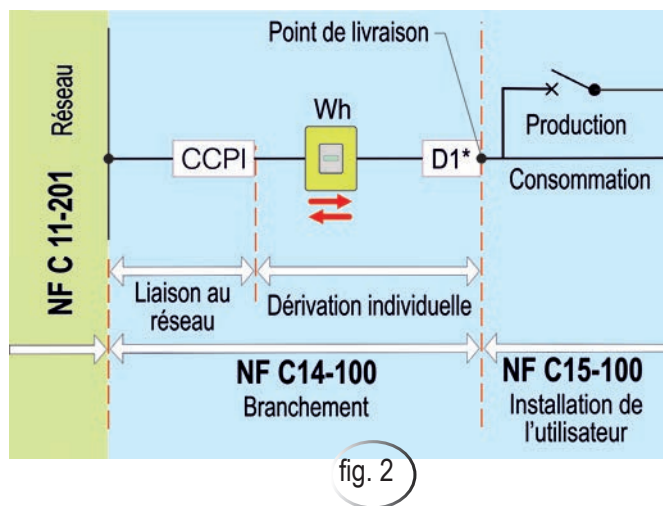

fig. 2
- 2. En autoconsommation avec contrat de vente du surplus (fig. 2)